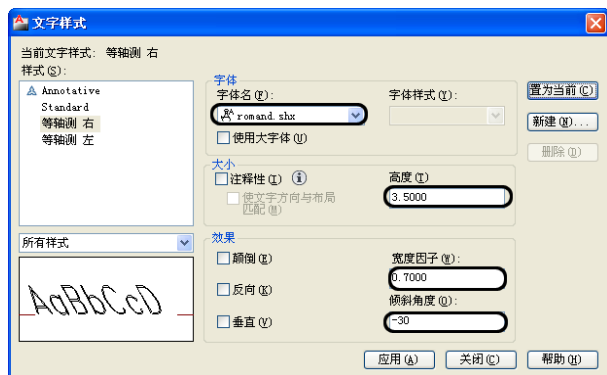

图 14.112 设置文字样式
(5) 执行【格式】/【文字样式】命令，单击【新建】按钮，选择新建文字样式名为【等轴测 右】，选择字体为“ROMAND.SHX”，字体高度为 3.5，宽度因子为 0.7，倾斜角度为-30。设置结果如图 14.112 所示。